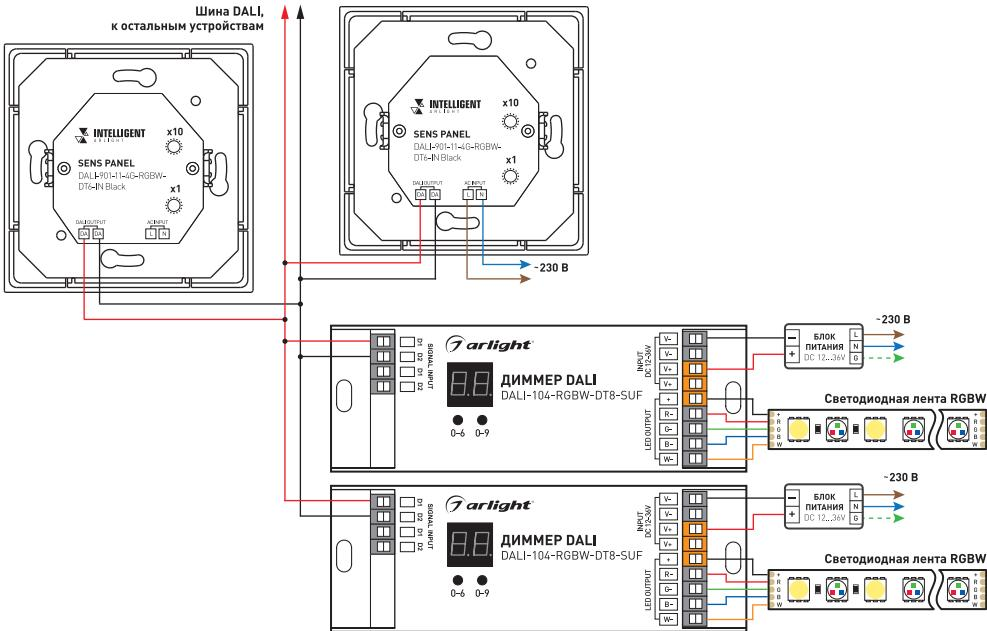

Рис.1. Пример подключения панели управления
- 3.2. Подключите провода от шины DALI к клеммам DA сенсорной панели [Рис. 1].